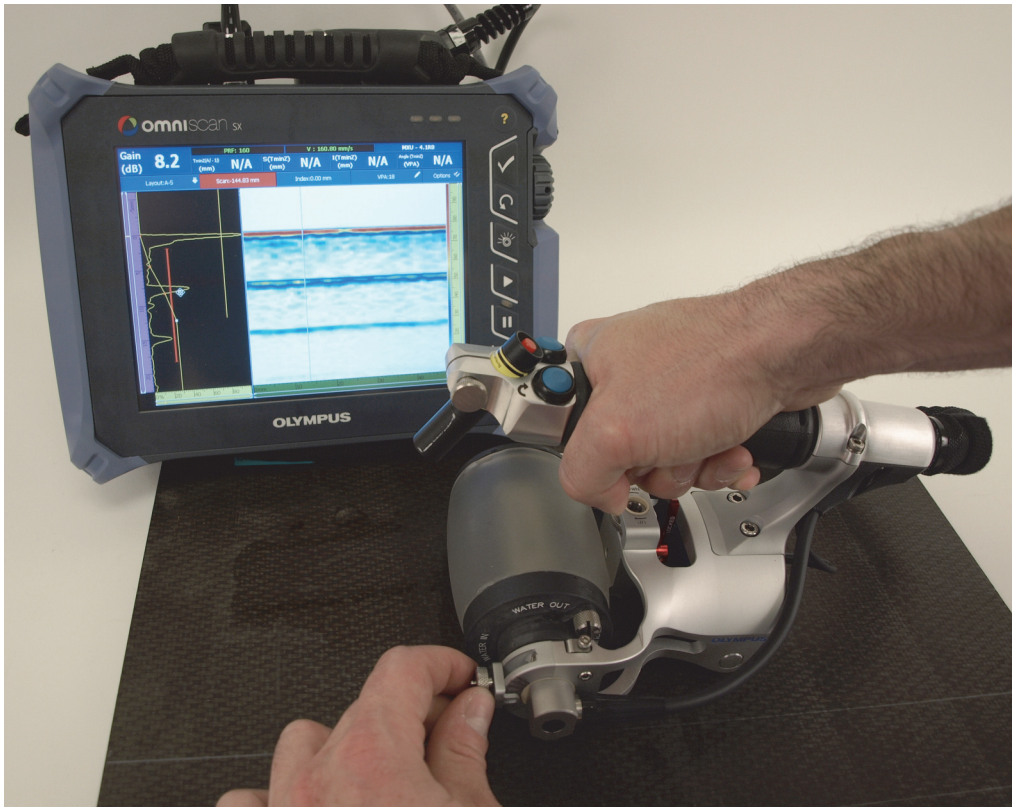

Figura 4-1 Ajuste do ângulo da sonda para otimização do sinal
3. Afrouxe o botão de ajuste de ângulo na montagem da roda acústica no lado do cabo da sonda (Figura 4-1 na página 59).